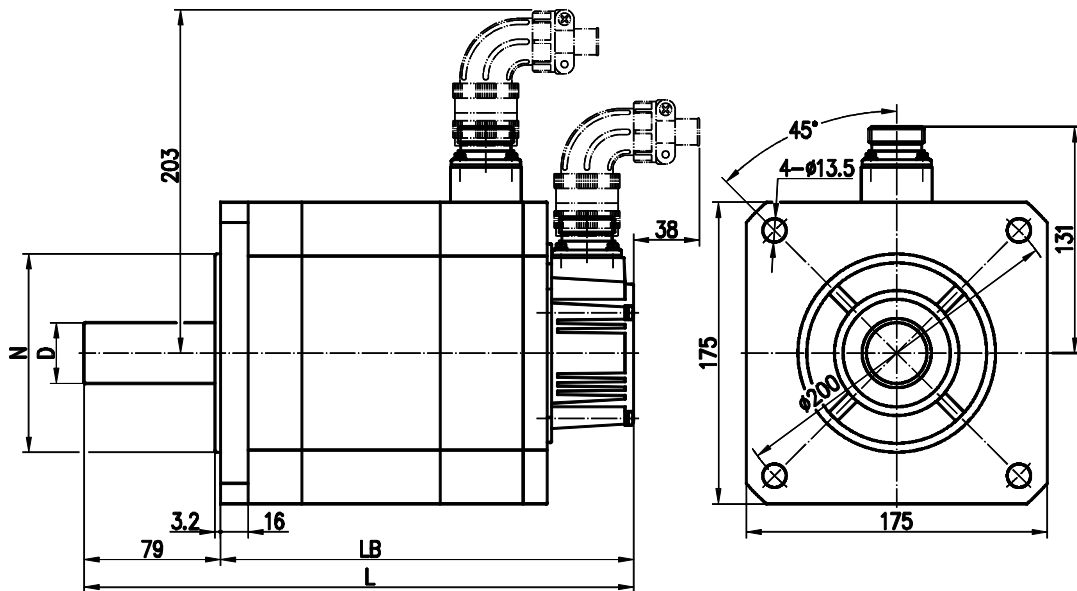

图 4
6.4 175SJT 系列电动机外形安装尺寸见图 4、表 7。